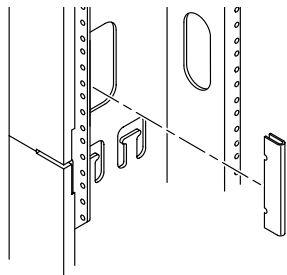

図 3-8 キャビネットガードの取り付け
2. キャビネットガードの上部の V 型くぼみと該当する番号のホールを合わせて、キャビネットの端に届くまで、ガードの中心部を押します (図 3-8)。